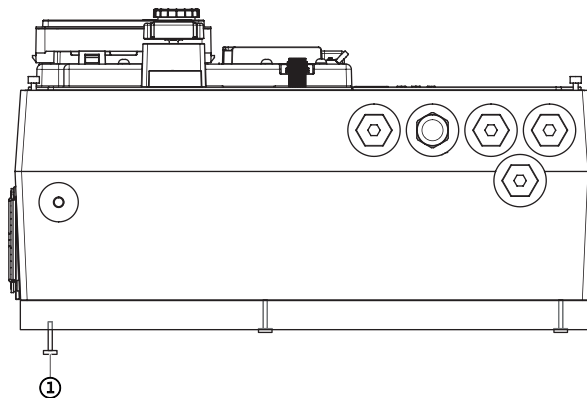

Fig. 116: Løsne adapterplate
6. Løsne skruene på adapterplaten på elektronikkmodulens underside (Fig. 116, pos. 1).